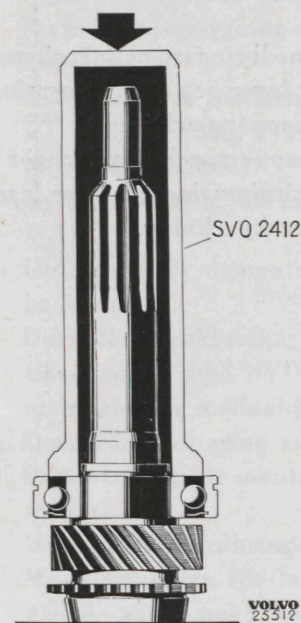

Bild 32. Montering av kullager på ingående axel.
4. Pressa lagret på ingående axeln med hjälp av dorn SVO 2412, se bild 32. Välj ut en låsring av lämplig tjocklek och montera den. Placera de 14 lagerrullarna för huvudaxeln på sin plats i ingående axeln. Använd fett så att rullarna blir sittande på sin plats. Pressa ingående axeln på sin plats i huset. Pressa tätningsseringen i locket med dorn SVO 2010. Montera därefter locket över ingående axeln.